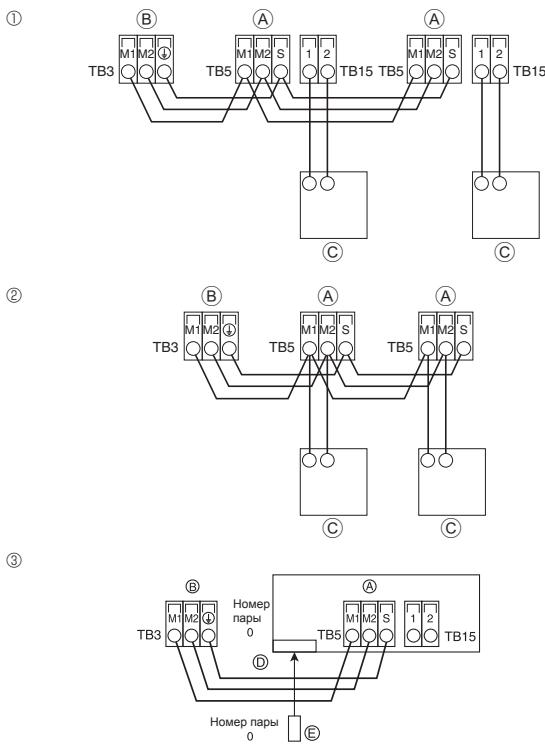

Fig. 6-3
6.4. Подсоединение пульта дистанционного управления, кабелей передачи внутри и снаружи (Fig. 6-3)
- ① Пульт дистанционного управления "MA"
- ② Пульт дистанционного управления "M-NET"